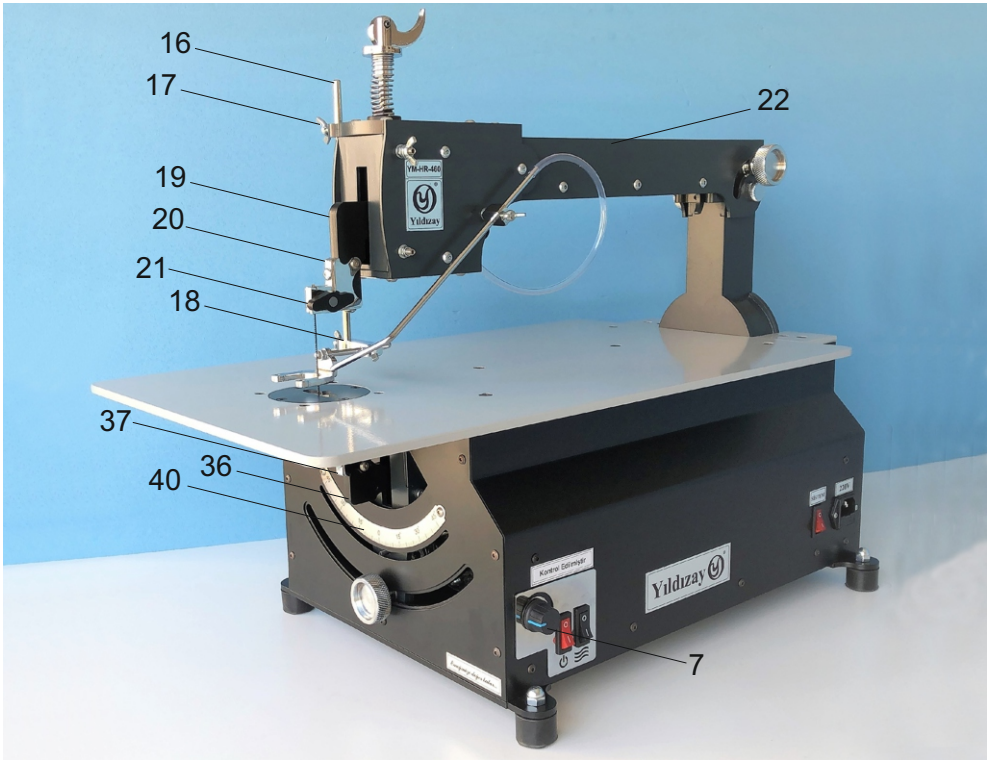

Imagen 2
2. Sistema de barra de presión (16):
Varilla prensatelas (16), fije el conjunto del pie prensatelas (18) con el perno de fijación del pie prensatelas insertándolo como se muestra en la Imagen 2.
3. Montaje de la protección (12):